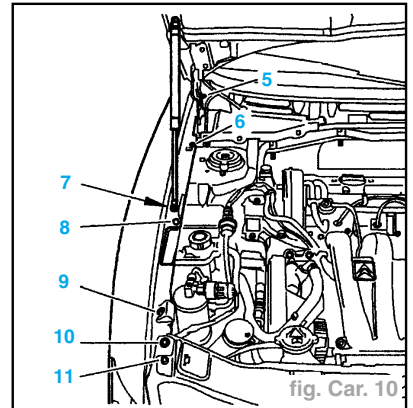

fig. Car. 10
- Déclipper le stabilisateur (7) (fig. Car. 10).
- Percer à l'aide d'un foret  $\varnothing 8$  mm le rivet (11).
- les vis (5), (6), (8), (9) et (10)